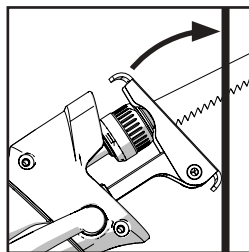

Fig. 10
- Należy trzymać maszynę pod kątem do obrabianego przedmiotu, a dolna krawędź ruchomej stopki powinna mocno przylegać do obrabianej powierzchni. **(Rys. 10)**